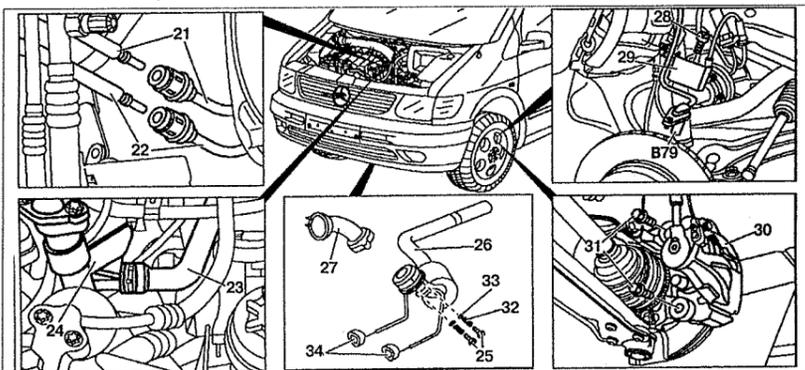

Рис. 5.2. Снятие и установка двигателя с подрамником:
6. Отсоедините топливопроводы 21 и 22 (см.рис.5.2).